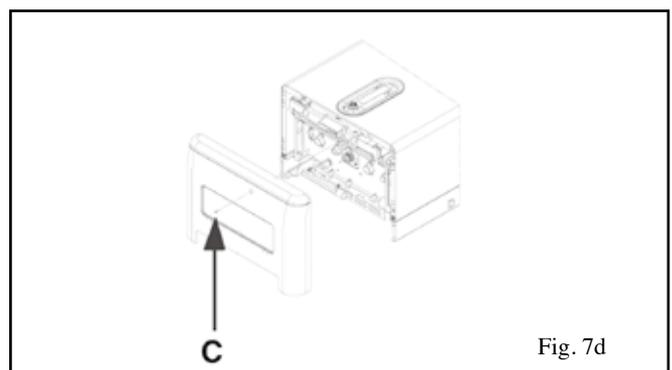
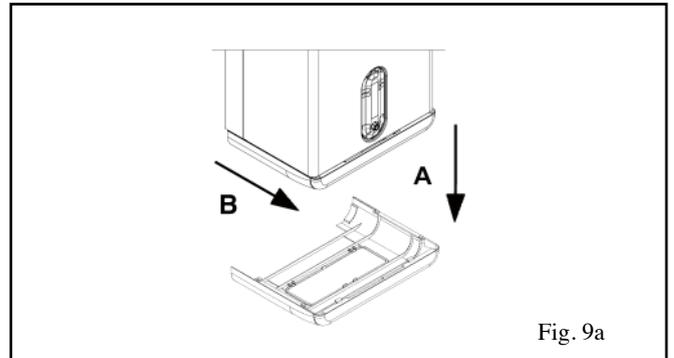
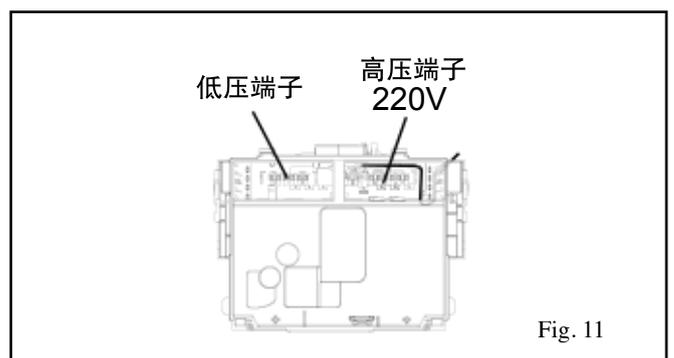

Fig. 7d
Fig. 9a
Fig. 11
12. 电气连接 (Fig.7d, Fig.9a-Fig.11)
- 卸下螺丝 C (Fig.7d)
- 取下盖板, 移去 B-A (Fig.9a)